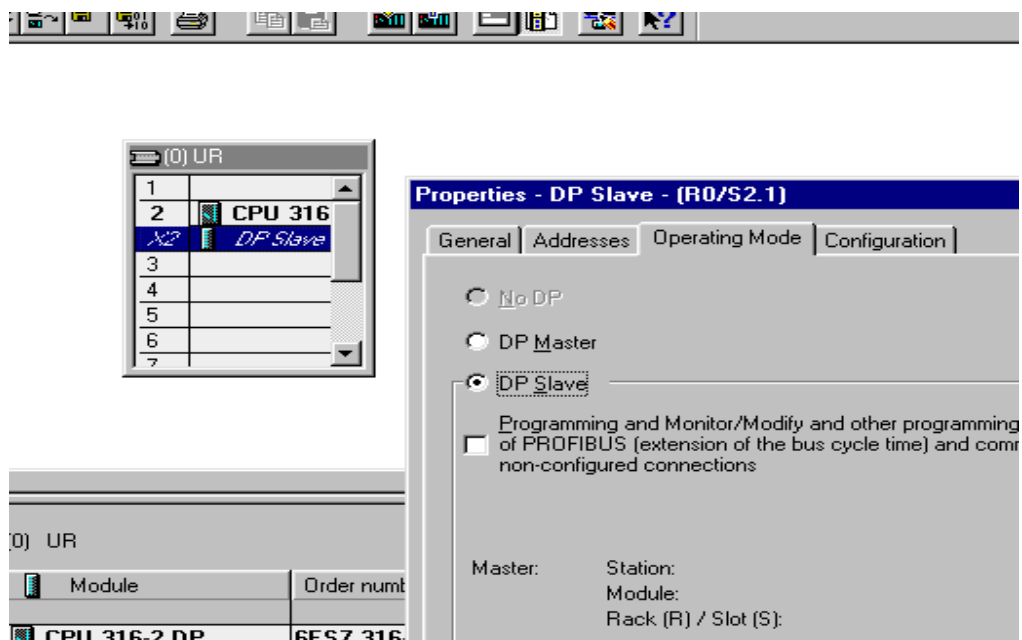

图 1
2、双击 DP - Master，在 " operating mode " 中选择 DP slave。见图 1